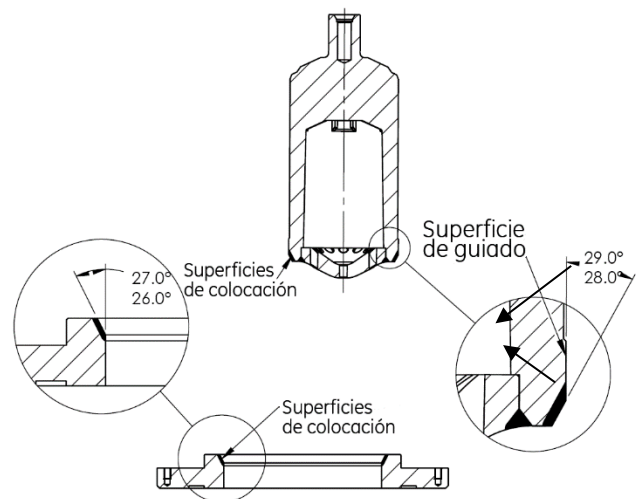

Figura 5
3. Coloque el anillo de asiento (5) o el difusor de anillo de asiento (no se muestra) en el cuerpo, tomando en cuenta que el ángulo de colocación está elevado.
5. Ensamble la jaula (4) y (si corresponde) el retén de caja (no se muestra), además del ensamblaje del obturador (elementos 6, 8 y 9) en el cuerpo de la válvula (1) según las instrucciones del ensamblaje del obturador de la válvula.
6. Ensamble la capucha (2) y el casquillo de guía (7).
7. Ubique la herramienta adecuada en la rosca del vástago de la válvula (8) para permitir la rotación manual.
11. Después del lapeado, desensamble las piezas para limpiarlas y vuelva a ensamblarlas, asegurándose de que los ángulos del asiento se encuentren dentro del margen de tolerancia. Consulte la Figura 5.